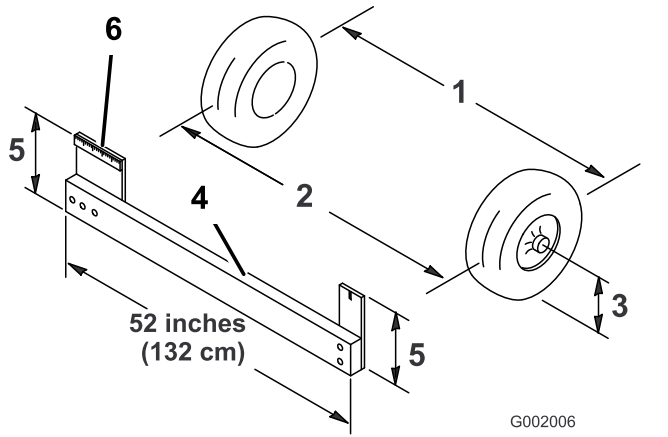

図 48
4. 前輪の前と後ろで、左右のタイヤの中央線間距離を測る計測はアクスルの高さで行う 図 48。
**注** 前輪の後ろで、アクスルの高さで測定を行うには市販または手製のトーイン測定器が必要となる。前後の計測とも同じ道具を使用し、アクスルの高さで正しく測定すること 図 48。